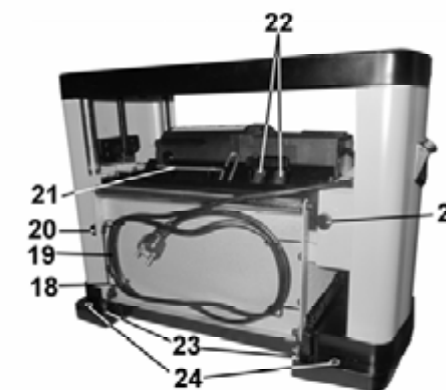

Рис. 3
Машину необходимо устанавливать на прочной, ровной горизонтальной поверхности верстака с учётом веса машины с обрабатываемой заготовкой. При выборе места для установки машины убедитесь, что помещение достаточно освещено, что оператор не будет работать в собственной тени, и с каждой стороны машины достаточно места для работы с заготовками планируемого размера. Для повышенной устойчивости машину необходимо прикрепить к верстаку болтовыми соединениями через монтажные отверстия (24), рис.3.
12.6. Демонтаж и монтаж ножей на строгальном валу, Рис. 3÷5; 13÷14.